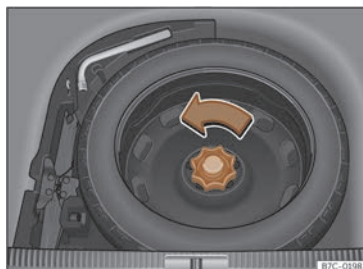

Fig. 229 Dans le coffre à bagages : plancher de chargement soulevé.
- Tournez la molette dans le sens inverse des aiguilles d'une montre >>> fig. 229.